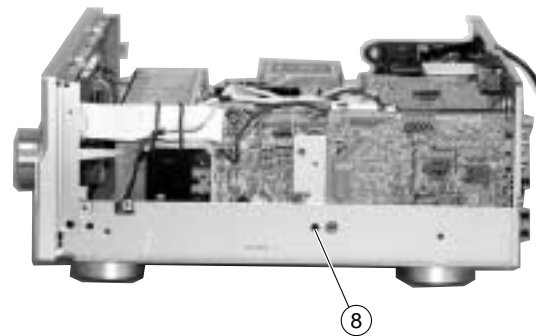

Fig. 9
- b. Remove 1 screw (⑧). (Fig. 9)
- b. ⑧のネジ1本を外します。(Fig. 9)
6. Operation check of MAIN (2) P.C.B.
- a. Remove 1 screw (⑧). (Fig. 9)
6. MAIN (2) P.C.B. の動作チェック
- a. ⑧のネジ1本を外します。(Fig. 9)